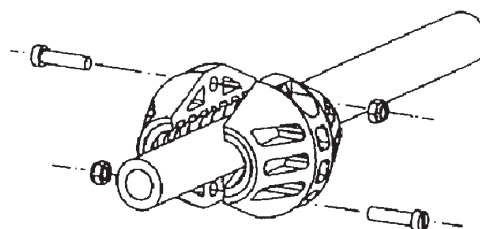

Fig. 7
- Remove the hose stopper (Fig 7)
- Aflojar entonces el tope de manguera y desmontarlo (fig. 7).